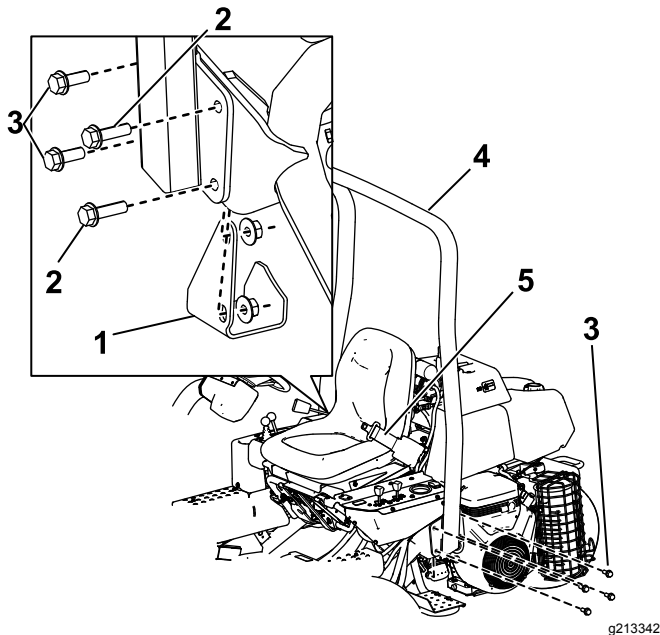

Figura 6
2. Baje la barra anti-vuelco (Figura 6) sobre los soportes de montaje, alineando los taladros de montaje.
3. Sujete cada lado de la barra antivuelco al soporte de montaje con 4 pernos (1/2" x 1 1/2") y contratuercas (Figura 6).
5. Sujete el lado derecho de la barra anti-vuelco, y el apoyo del gato que retiró anteriormente, al soporte de montaje con 2 pernos de 1/2" x 1/2", 2 pernos de 1/2" x 1 3/4", y contratuercas, según se muestra en Figura 6.